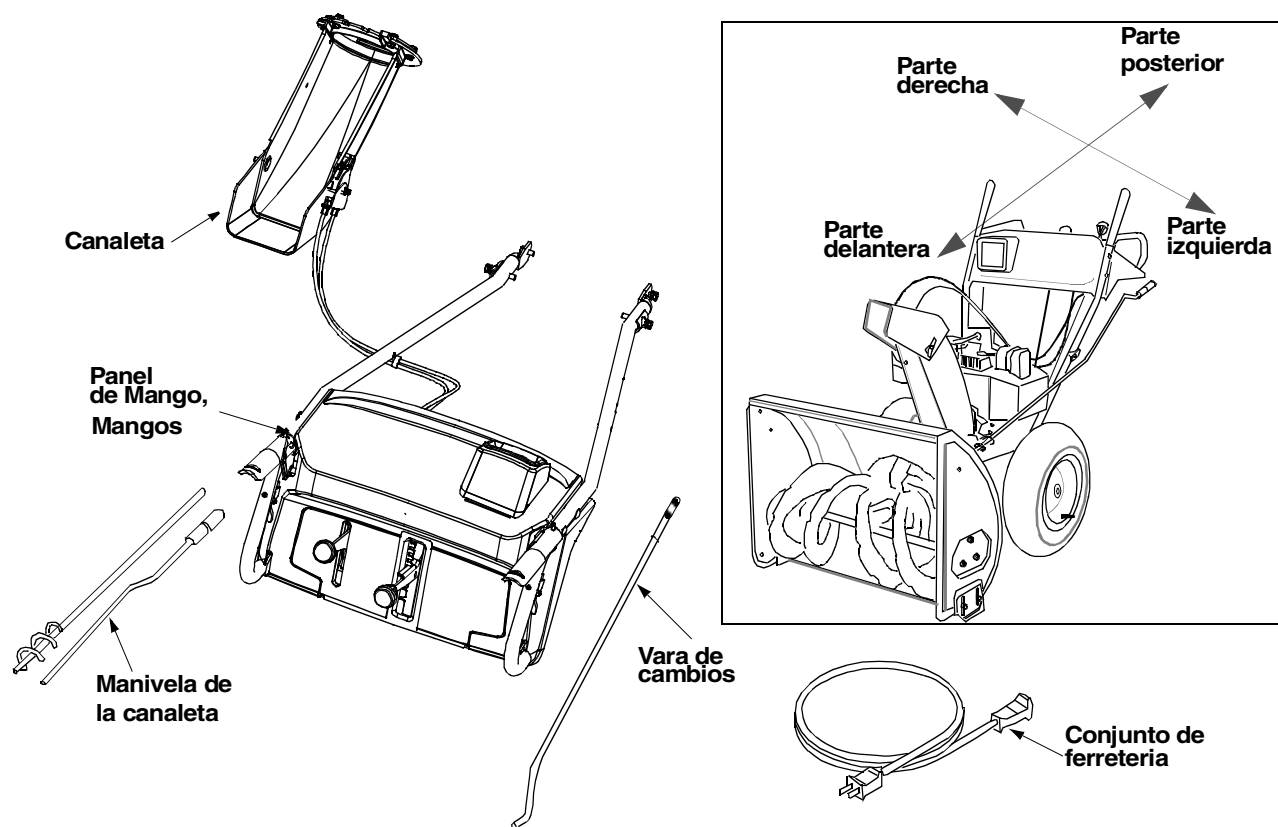

Figura 1
Su expulsor de nieve ha sido completamente ensamblado de fábrica, excepto el mango y el panel del mango, el conjunto de la canaleta de descarga, el conjunto de la manivela de la canaleta y la vara de cambios. Esas partes se despachan sueltas en la caja. (Vea la Figura 1)
**NOTA:** Para determinar los lados derecho e izquierdo de su expulsor de nieve, párese detrás de la unidad con el motor en la posición más alejada de usted. Vea el recuadro de la Figura 1.